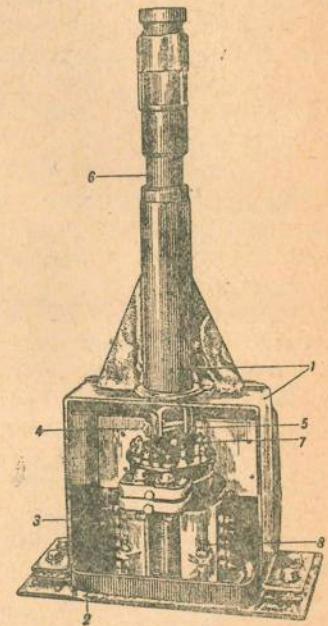

Рис. 55. Установка вращающегося контактного устройства
(рис. 55)
4. Вынуть шплинт и ось 4 (рис. 55) шарнира 5, отсоединив этим нижнюю трубу 6 привода ВКУ от самого ВКУ с шарниром 5. Снять по гайке и контргайке с верхних токоведущих болтов ВКУ. Ослабить стопорный винт, выбить штифт 7 и вынуть шарнир ВКУ.